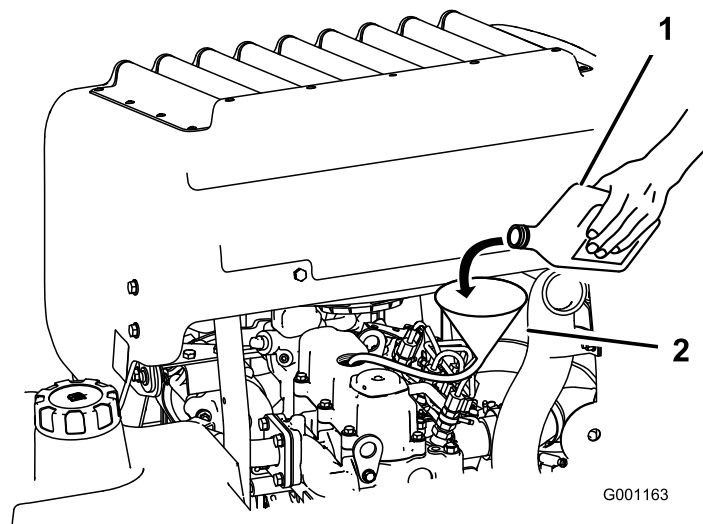

Bild 68
3. Füllen Sie Öl mit einem Schlauch und Trichter in den Motor (Bild 68).